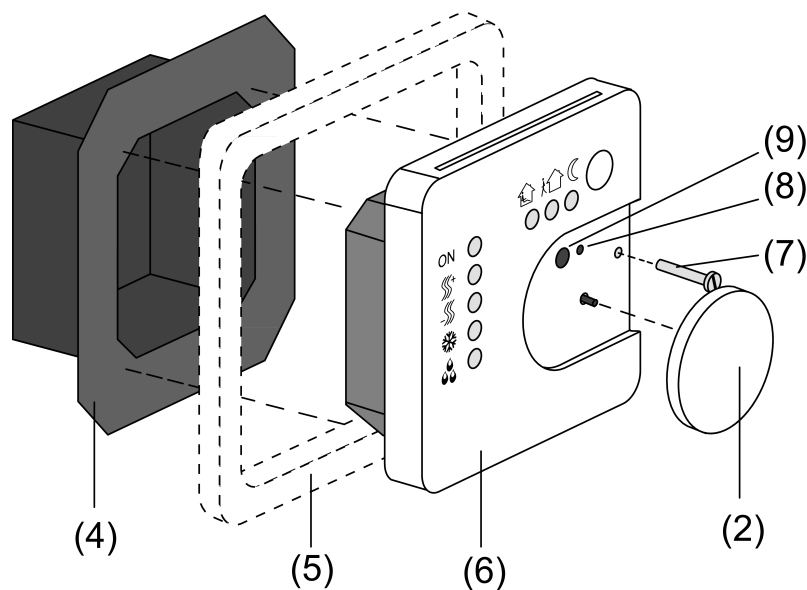
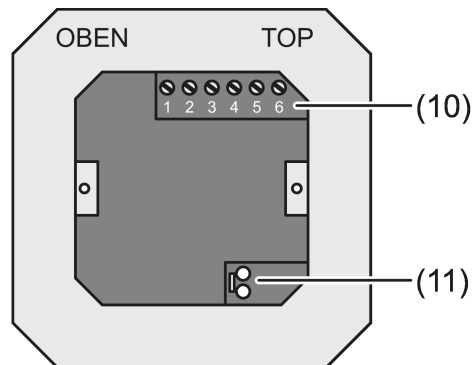
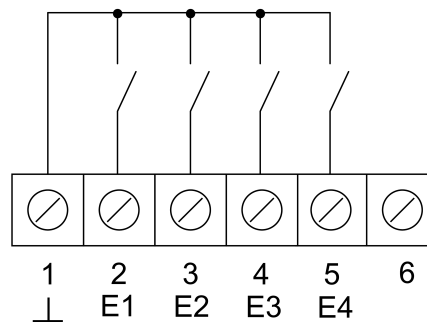
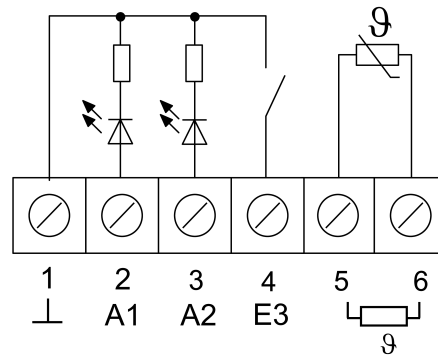

Bild 2: Geräteaufbau
Bild 3: Klemmen-Einsatz
Bild 4: Anschluss Binäreingänge
Bild 5: Anschluss Binärausgänge
- (4) Klemmen-Einsatz
- (5) Abdeckrahmen
- (6) Elektronik-Aufsatz
- (7) Sicherungsschraube
- (8) Programmier-LED
- (9) Programmier-Taste
- Klemmen-Einsatz (4) und Elektronik-Aufsatz (6) voneinander trennen (siehe Bild 2).
- Busleitung an die Anschlussklemme (11) im Klemmen-Einsatz einstecken (siehe Bild 3).
- Binäreingänge **E1...E4**: Fensterkontakte Schließer oder Öffner als Schalter an den Klemmen 1 und 2...5 (siehe Bild 4) der Klemmleiste (10) (siehe Bild 3) anschließen.
- Binärausgänge **A1...A2**: LED oder elektronische Relais an den Klemmen 1 und 2, 3 (siehe Bild 5) der Klemmleiste (10) (siehe Bild 3) anschließen.
- Externen Temperaturfühler an den Klemmen **5** und **6** (siehe Bild 5) der Klemmleiste (10) (siehe Bild 3) anschließen.
- Klemmen-Einsatz (4) (siehe Bild 2) in Unterputz-Gerätedose einsetzen. Auf Beschriftung **OBEN** / **TOP** achten. Der Busanschluss (11) muss unten rechts liegen (siehe Bild 3).
- Abdeckrahmen (5) auf den Klemmen-Einsatz (4) aufsetzen.
- Elektronik-Aufsatz (6) lagerichtig in den Klemmen-Einsatz (4) einsetzen.
- Stellrad (2) abnehmen.
- Elektronik-Aufsatz mit Sicherungsschraube (7) befestigen.
- Stellrad (2) wieder aufsetzen.
- Stellrad (2) abziehen (siehe Bild 2).
- Programmier-Taste (9) drücken.